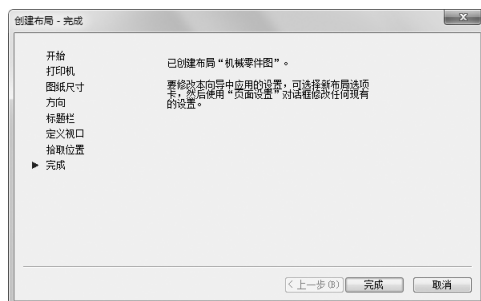

图 7-91 “创建布局 – 完成”对话框
(8) 单击“下一步”按钮，打开如图 7-91 所示的“创建布局 - 完成”对话框。